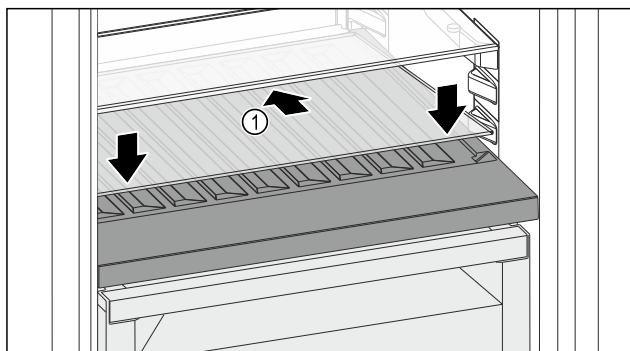

Fig. 174
- ▶ Vendosni pllakën e xhamit Fig. 174 (1) pjerrtas, dhe të anuar për poshtë në pjesën prapa.
- ▶ Ulni poshtë pllakën e xhamit Fig. 174 (1) përpara.